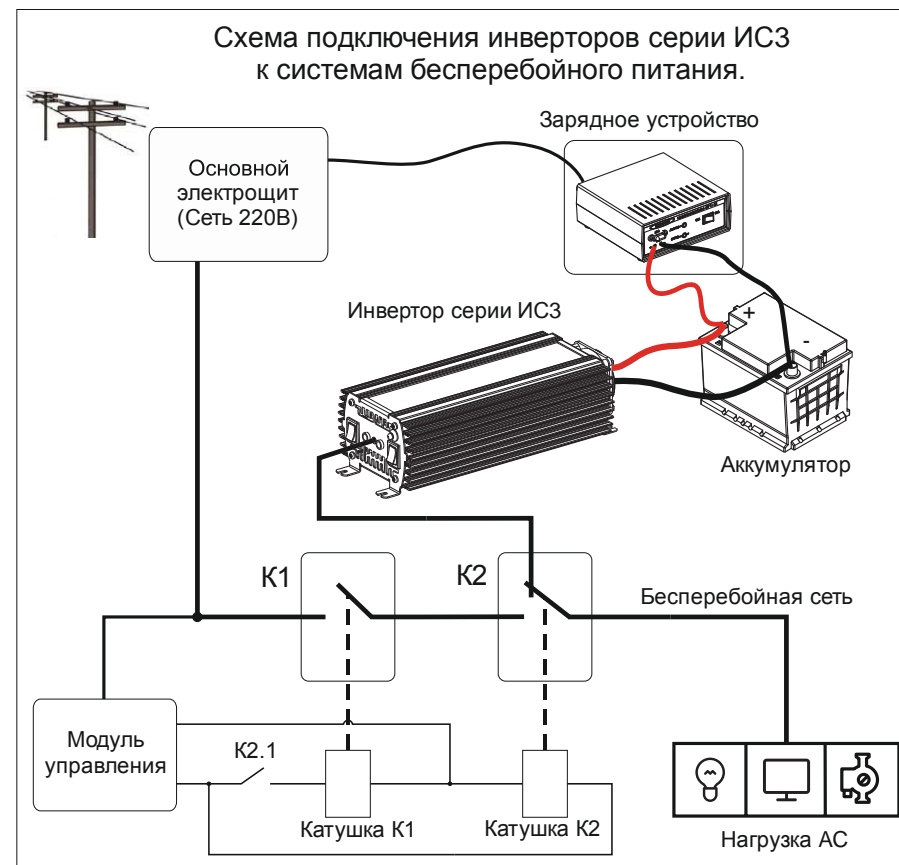

Рисунок 5 Схема подключения инверторов серии ИС3 к системам бесперебойного питания
10.1 Применение инверторов в системах бесперебойного питания. Для обеспечения надежной работы и исключения возможности попадания промышленного сетевого напряжения 220В на «выход» инвертора рекомендуется производить подключение согласно схемы на Рис.5.